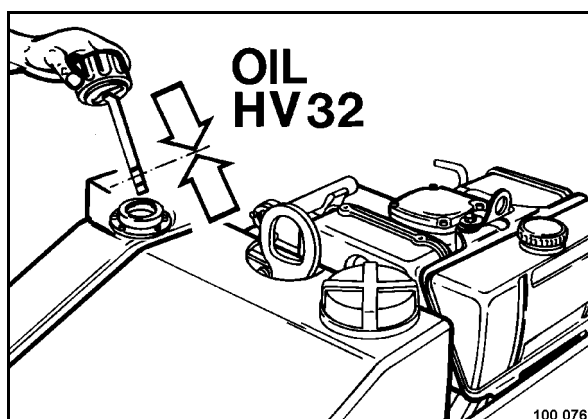

Fig. 48
- Limpiar el entorno de la boca de llenado (Fig. 48).